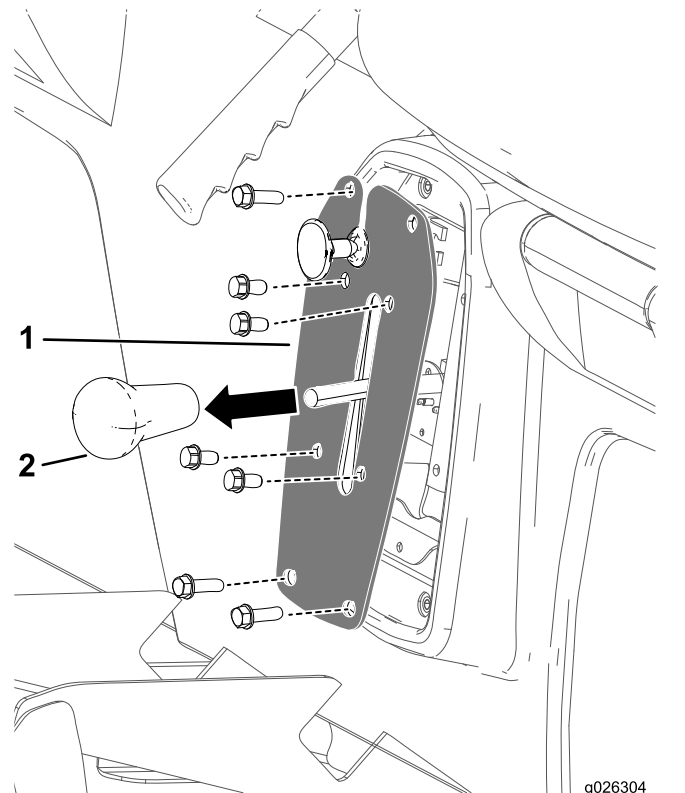

Figure 43
1. Retirez le pommeau du levier sélecteur (Figure 43).
2. Retirez les 4 boulons qui fixent la plaque de sélection à son support (Figure 43).
3. Retirez les 4 boulons qui fixent la plaque de sélection sur la base des sièges et déposez la plaque de sélection (Figure 43).
4. Revissez le pommeau sur le levier sélecteur et serrez-le à la main (Figure 43).